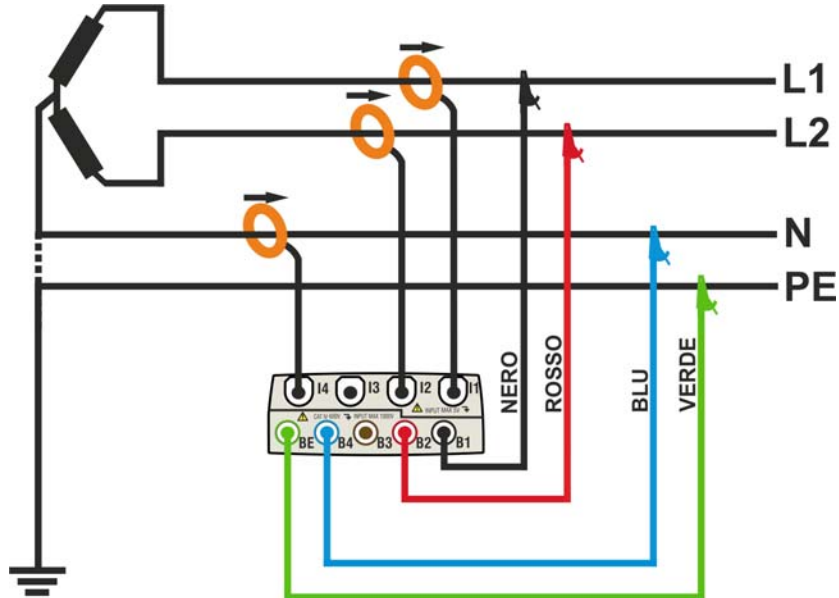

Fig. 127: Collegamento dello strumento in un sistema Bifase 3-fili 3F 2E
2. Collegare i cavi di misura della tensione sui conduttori di Fase L1, L2, N e PE rispettando i colori come mostrato in Fig. 127
3. Collegare le pinze di corrente sui conduttori di Fase L1, L2 e Neutro N come mostrato nella Fig. 127 **rispettando il verso della freccia** presente sulla pinze stesse che indica la direzione convenzionale della corrente da generatore a carico. **Verificare sempre, (selezionando preliminarmente il sistema 3-fili) nelle videate della sezione Visualizzazione Misure, che le Potenze Attive P1, P2 siano sempre positive e che i fattori di potenza Pf1, Pf2 siano corrispondenti ad un carico, normalmente induttivo**, prima di attivare una registrazione. In caso di valori negativi della potenze attive ruotare le pinza di 180° sui conduttori interessati.